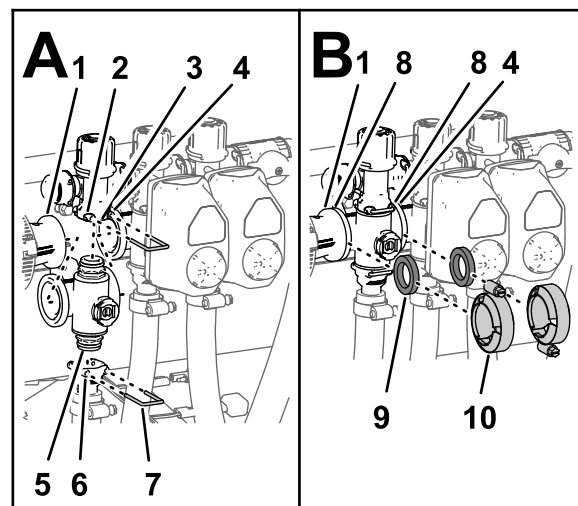

Figura 83
1. Insira a união do tampão superior da válvula do coletor na união da distribuição (Figura 83 A).
2. Prenda a união do tampão à união da distribuição ao inserir uma fixação na entrada da união da distribuição (Figura 83 A).
3. Monte a união de saída na união do tampão inferior da válvula do coletor (Figura 83 A).
4. Prenda a união do tampão à união de saída ao inserir uma fixação na entrada da união de saída (Figura 83 A).
5. Alinhe uma junta entre as flanges do acoplador de redução e do coletor da válvula de secção (Figura 83 B).
6. Monte o acoplador de redução, junta e coletor da válvula de secção com uma braçadeira e aperte bem à mão (Figura 83 B).
7. Se instalar as duas válvulas de secção mais à esquerda, alinhe uma junta entre as flanges dos dois coletores da válvula de secção adjacentes (Figura 83 B).
8. Monte os dois coletores da válvula de secção adjacentes e a junta com uma braçadeira e aperte bem à mão (Figura 83 B).